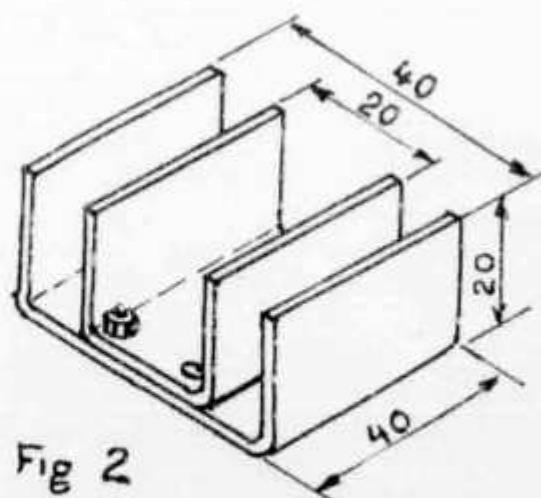

Fig. 2
L'étage final (PA) ayant fait l'objet de l'essai décrit est équipé d'un transistor BLY 19 Raditechnique du type NPN Planar qui silicium. Le boîtier de ce transistor est du modèle MT 31 dans lequel les 3 sorties sont isolées sur une pastille (vraisemblablement en oxyde de beryllium ou matériau analogue) et dont l'embase métallique se fixe directement au châssis et au radiateur par une tige filetée de 5 mm environ, avec écrou, ce qui simplifie sérieusement le montage. Le radiateur dont je disposais est constitué par deux plaquettes de cuivre rouge de 3 mm d'épaisseur pliées en forme de U et fixées l'une à l'autre par deux vis courtes de 3 mm à tête fraisée placée en dessous (voir Fig. 2). Deux trous de 3 mm traversant les deux épaisseurs de plaquettes permettent la fixation sur le châssis. Le transistor est fixé au centre dans un trou de 3 mm, son écrou étant du côté des ailettes. Les surfaces en contact entre les deux plaquettes ainsi que la